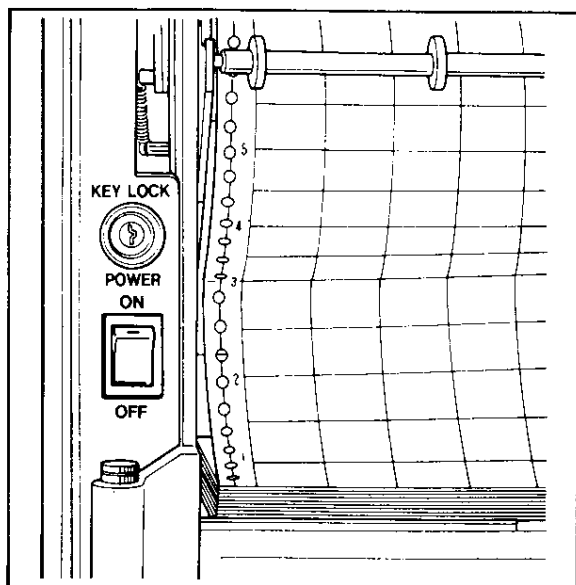

図 5.17
- (1) 扉を開き、POWERスイッチを“OFF”にしてください(図5.17)。